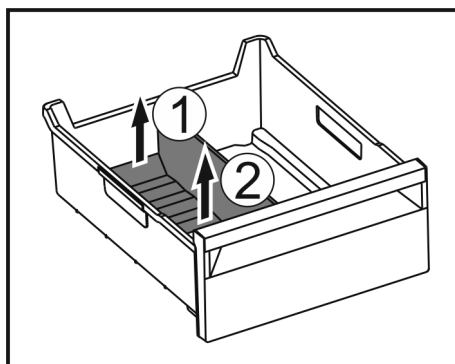

Fig. 146
- Hinteren Teil des Eisfach-Trenners anheben. Fig. 146 (1)
- Eisfach-Trenner nach oben entnehmen. Fig. 146 (2)